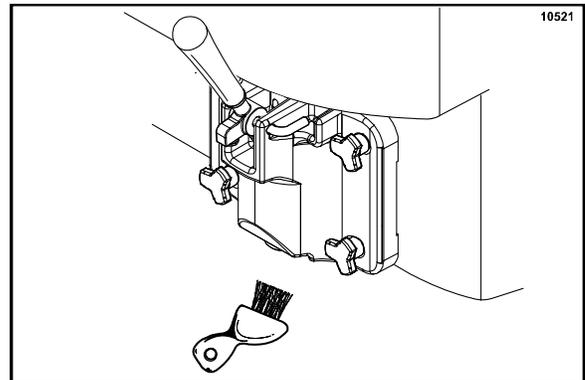

Figura 40
2. Lleve un poco de solución desinfectante al congelador. Moje el cepillo del surtidor de la puerta en la solución desinfectante y cepille el surtidor de la puerta y la parte inferior de la válvula de extracción. (Vea la figura 40).